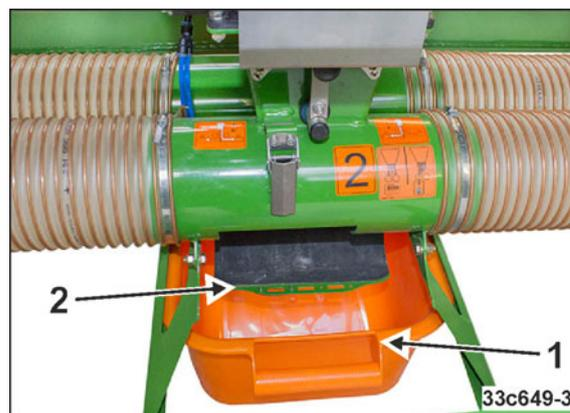

Рис. 156
4. Установите по одному поддону (Рис. 156/1) в держатель под каждым дозатором.
5. Ослабьте натяжные крюки и откройте заслонки левой подающей линии (Рис. 156/2).